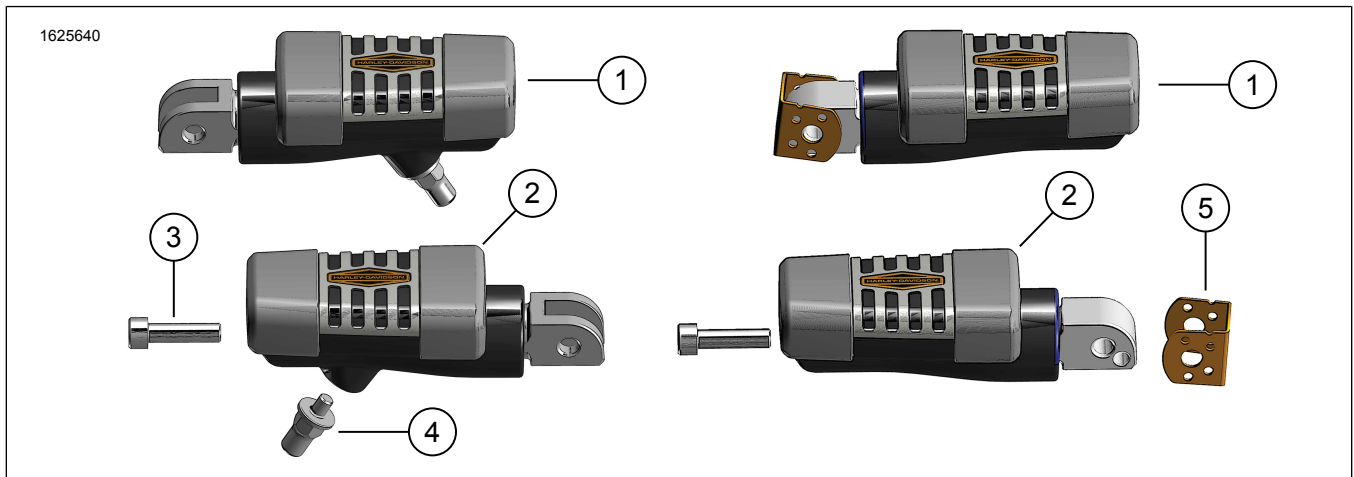

Figure 1. Contenu du kit : Repose-pieds - Pilote et passager
- Aligner la patte longue du ressort de torsion (1) sur l'orifice situé sur la monture d'appui-pied et l'insérer.
- Insérer la goupille (4) dans la chape, le repose-pied (3) et le ressort (1).
- Poser l'attache de retenue (2).
- Figure 1 Serrer la vis de réglage (3).
1. Figure 1 Retirer la cheville d'usure existante (4) du repose-pied.
2. Appliquer deux ou trois gouttes de frein-filet sur la cheville d'usure (4).